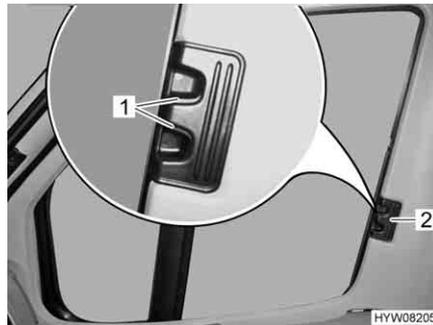

Fig. 7 Bloqueo de los estores plegables para la ventana del conductor/del acompañante
- Introducir el estor plegable hasta el tope desplazando el tirador (Fig. 7,2).
- Dejar que engatillen los tiradores de desbloqueo (Fig. 7,1).